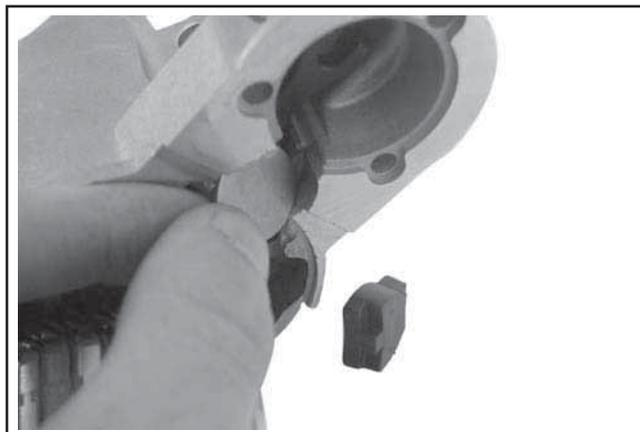

Figure 8-51.
7. Retirer le coussinet goujon du levier d'entraînement et la plaque de support du capot de culasse. Voir la Figure 8-51.